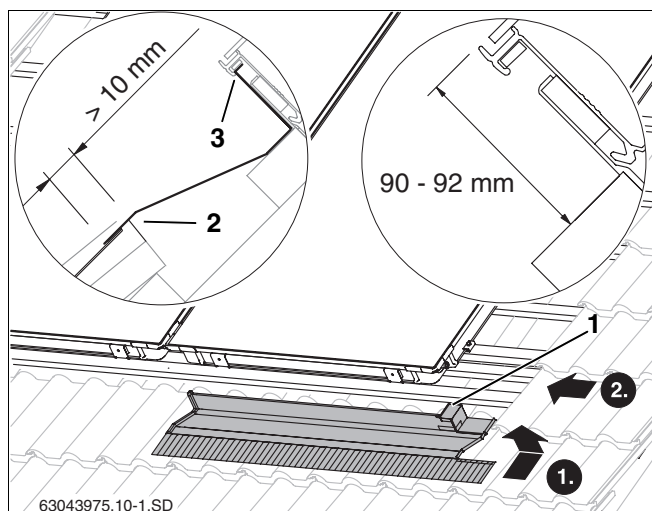
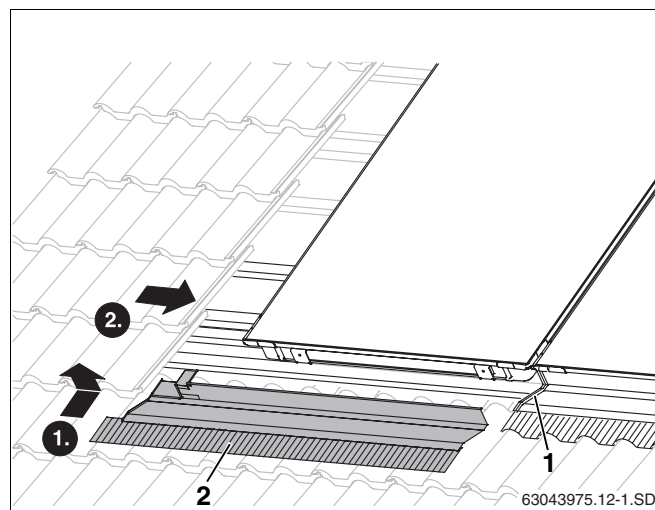

Рис. 43 Правый нижний накладной лист
Рис. 46 Укладка левого нижнего накладного листа
- Правый накладной лист вставить верхней кромкой в паз коллектора (рис. 43, поз. 3).
- Придвинуть накладной лист к коллектору так, чтобы и правая короткая кромка (рис. 43, поз. 1) входила сверху в паз коллектора.
Накладной лист нужно уложить на черепицу так, чтоб он перекрывал черепицу минимум на 10 мм (рис. 43, поз. 2).
- Уложить левый накладной лист (рис. 46, **поз. 2**) на предыдущий и смонтировать как правый (рис. 43).
Защитную пленку можно снять с накладного листа (рис. 46, **поз. 1**) только после того, как будут закреплены все листы.